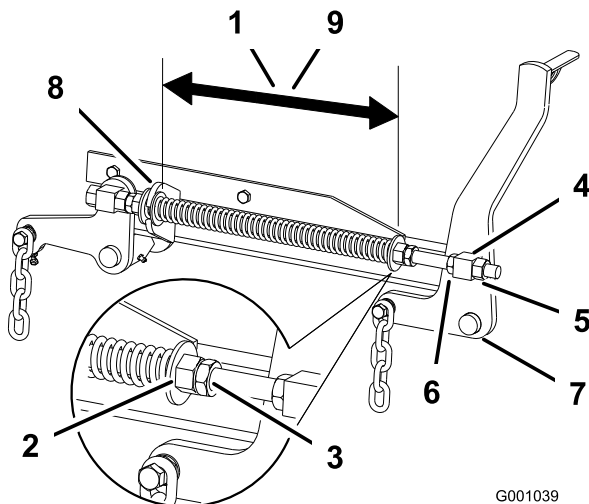

Figure 79
60 pouces, et de 29,2 cm (11,5") sur les tabliers de coupe de 72 pouces (Figure 79).
3. Réglez cette distance en desserrant l'écrou de blocage du ressort et en tournant l'écrou devant chaque ressort (Figure 79). Tournez l'écrou dans le sens horaire pour raccourcir le ressort, et dans le sens inverse pour l'allonger.
4. Bloquez l'écrou en position en serrant l'écrou de blocage du ressort (Figure 79).